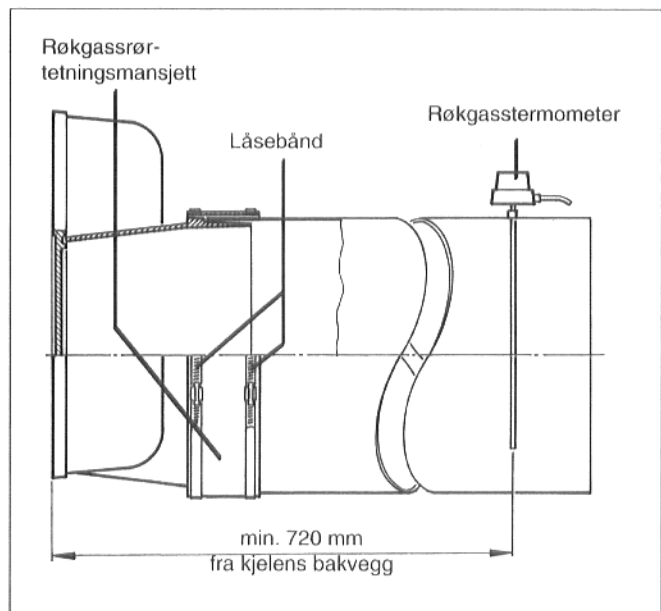

Fig. 31
Vi anbefaler å bruke en røkgassrør-tetningsmansjett (fig. 31). Røkgassrør-tetningsmansjetteen må bestilles ekstra.
- Røkgassrør-tetningsmansjetteen legges med overlappning rundt røkgassrøret og stussene til røkgassamleren (fig. 31).
- Sveis muffen inn i røkgassrøret i en avstand på 2 x røkgassrørdiameteren fra røkgassamleren (fig. 31).